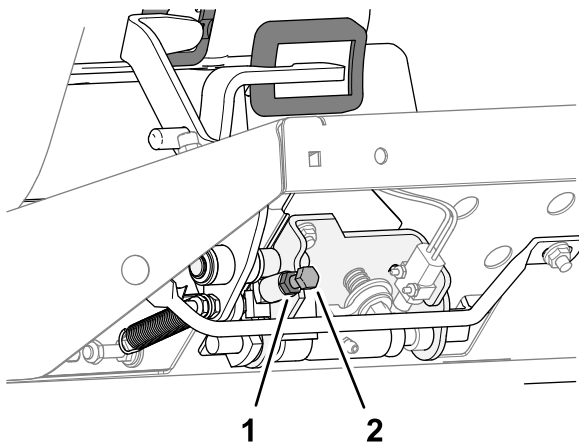

Bild 32
**Wichtig:** Die Mähgeschwindigkeit wird im Werk auf 9,7 km/h eingestellt. Diese Geschwindigkeit können Sie durch das Einstellen der Geschwindigkeits-Anschlagschraube verstellen (Bild 32).